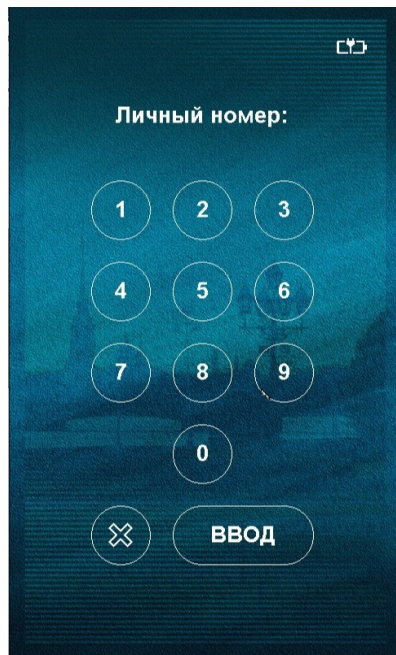

Рис. 7.1 Клавиатура на сенсорном экране
3. при отсутствии считывателей в комплектации изделия в приглашении будет предложено ввести личный номер (см. Рис. 7.1).